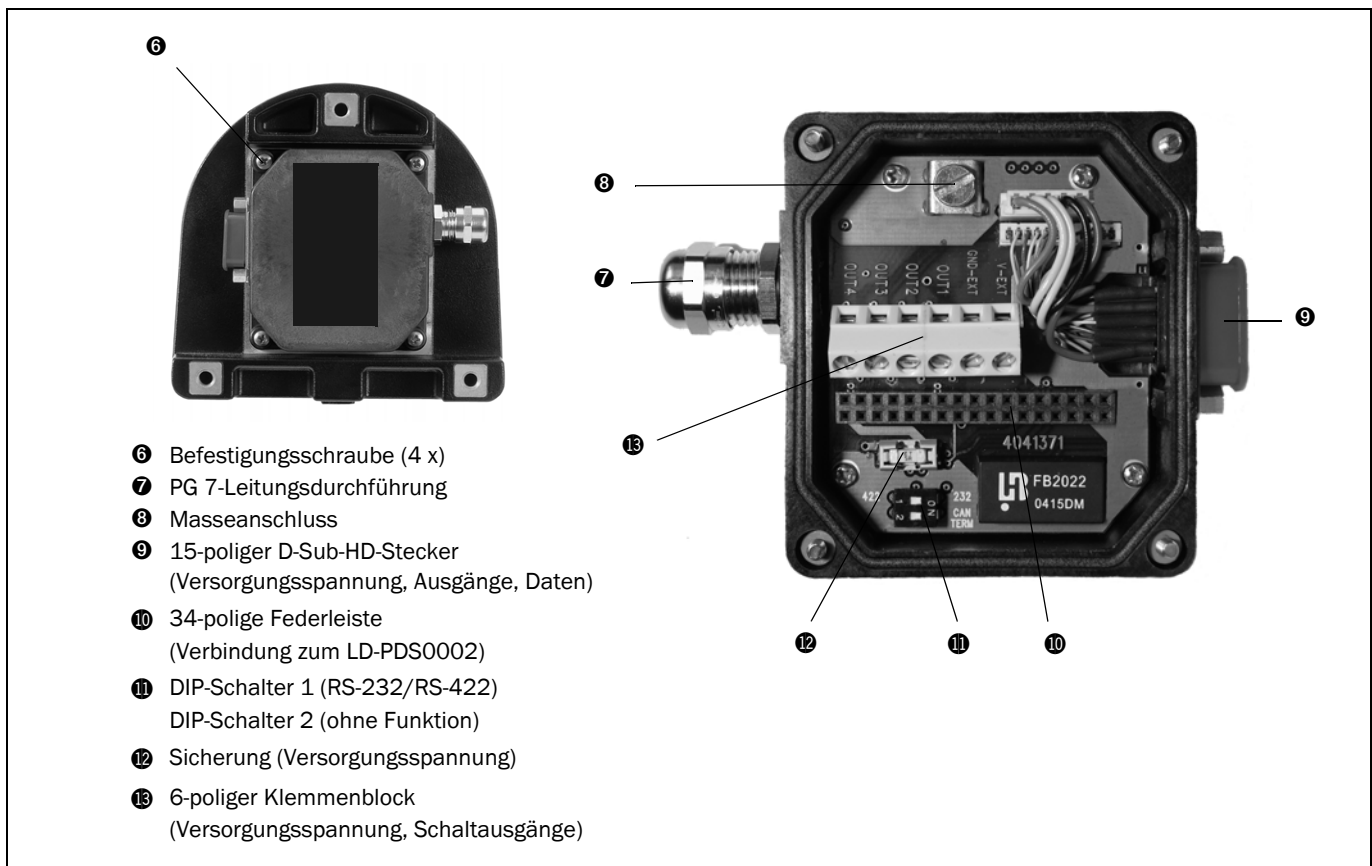

Abb. 5-2: LD-PDS0002: Aufbau des Interface-Adapters
- Interface-Adapter an der Geräteunterseite abnehmen. Hierzu die vier Befestigungsschrauben lösen (Abb. 5-2) und den Adapter vorsichtig vom Gerät senkrecht zum Boden abziehen.
- Im Interface-Adapter mit dem DIP-Schalter 1 (Abb. 5-2, Seite 42) den Schnittstellentyp RS-232 oder RS-422 auswählen. Die Grundeinstellung ist RS-232.